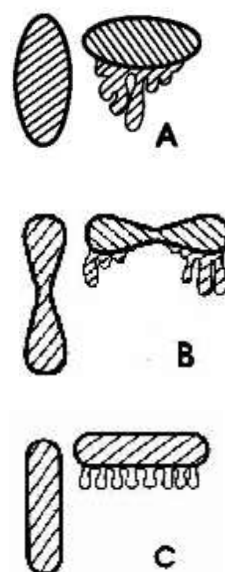

Рисунок 3
- Форма факела должна соответствовать поз. С (см. рис.3).